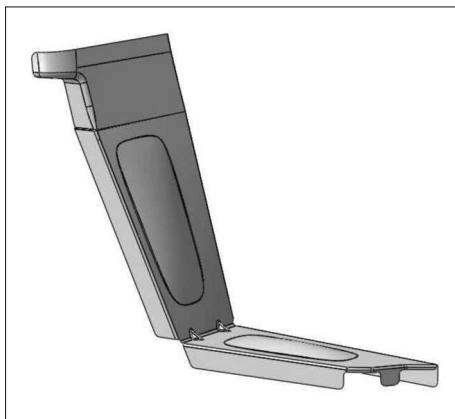

FIG. 113
- Identification de la pièce neuve (Fig.113).